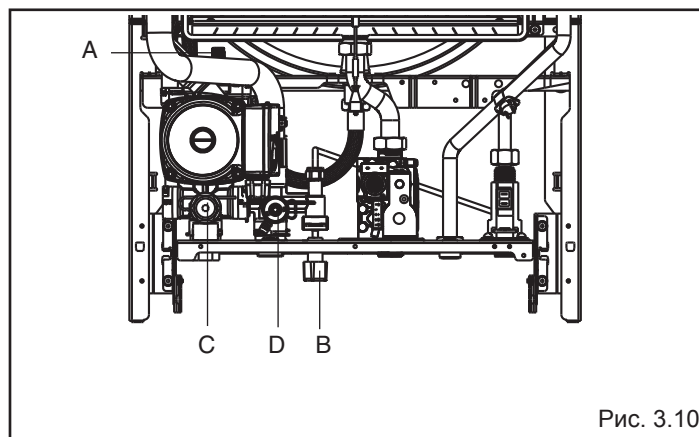

Рис. 3.10
- открутите на два или три оборота крышку автовоздушника (A) (рис. 3.10)
- откройте кран для заполнения системы (B) и держите его открытым до тех пор, пока давление на манометре, не достигнет значения от 1 до 1,5 бар.
Чтобы возобновить работу котла переведите переключатель режимов работы в положение “⏻” (рис. 3.10а), подождите 5-6 секунд, затем снова переведите его в нужное положение. После этого котел запуститься автоматически. Замечание. Если не удастся возобновить нормальную работу котла, вызовите сервисного специалиста.